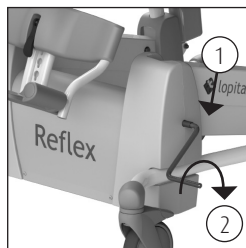

Figura 29 Maniglia di abbassamento di emergenza.
- Posizionare la maniglia di discesa di emergenza nella posizione appropriata (1) (vedere figura 29).
- Ruotare la maniglia in senso orario (2) (vedere figura 29).